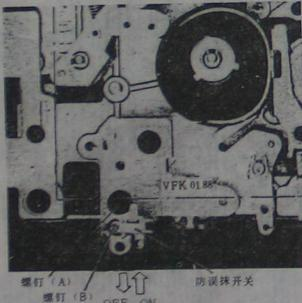

图 1-16 防误抹开关调整
- 2) 参看图1-16, 稍微拧松两个螺钉(A)和(B), 并放入盒式磁带夹具 VFK0188。